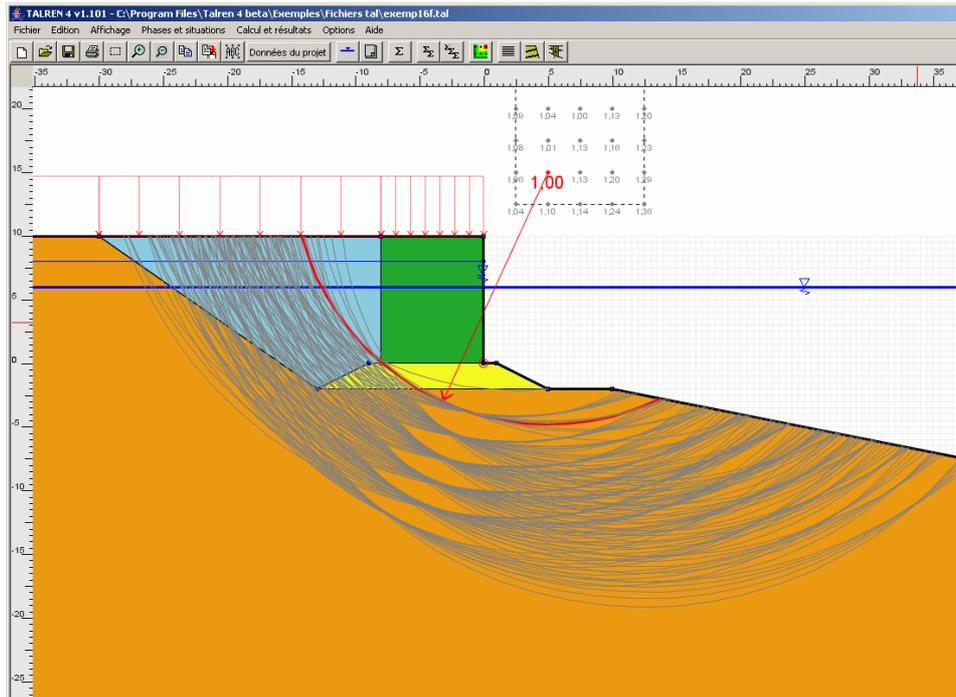
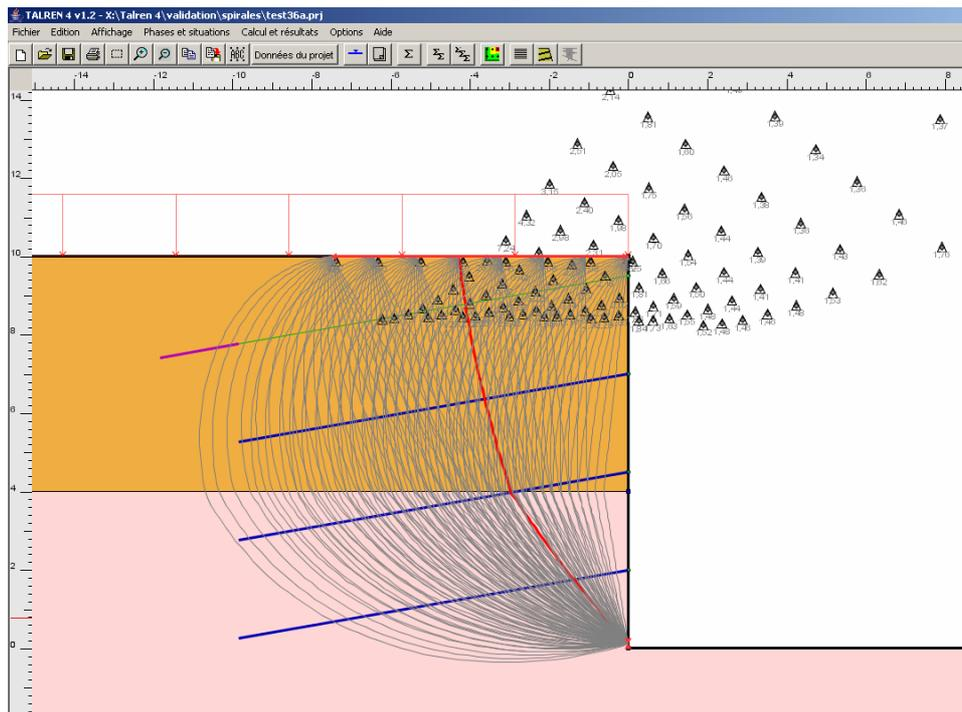

Figure 118 : exemple d'affichage de tous les cercles calculés
Figure 119 : exemple d'affichage de toutes les spirales calculées
- Toutes les surfaces calculées (Figure 118 et Figure 119) ;